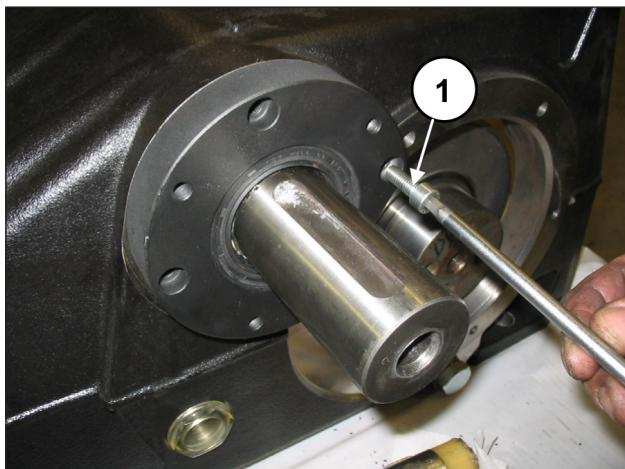

Рис. 68
Установите первую крышку подшипника ВОМ (правую или левую) в комплекте с сальником на картер насоса с помощью инструмента арт. 27539500 (поз. ①, Рис. 67) и закрепите ее с помощью 4 винтов M8x30 (поз. ①, Рис. 68).
Установите отсутствующую крышку подшипника ВОМ на картер насоса (поз. ①, Рис. 67) и закрепите ее 4 винтами M8x30 (поз. ①, Рис. 68).